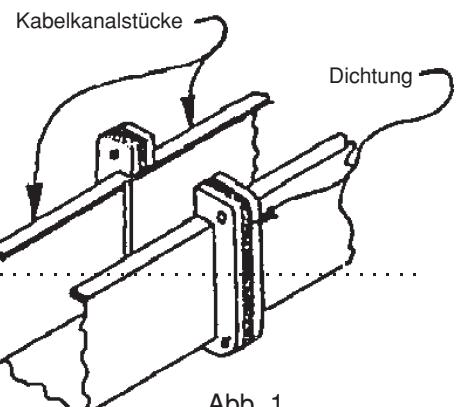

Abb. 1
- A. Zur Montage der meisten Kabelkanalstücke ist eine Dichtung zwischen den Flanschen anzubringen. Die Flansche sind dann wie in Abb. 1 gezeigt mit Schrauben und Muttern miteinander zu verbinden. Der Kabelkanal ist nun fertig für das Einlegen der Kabel.